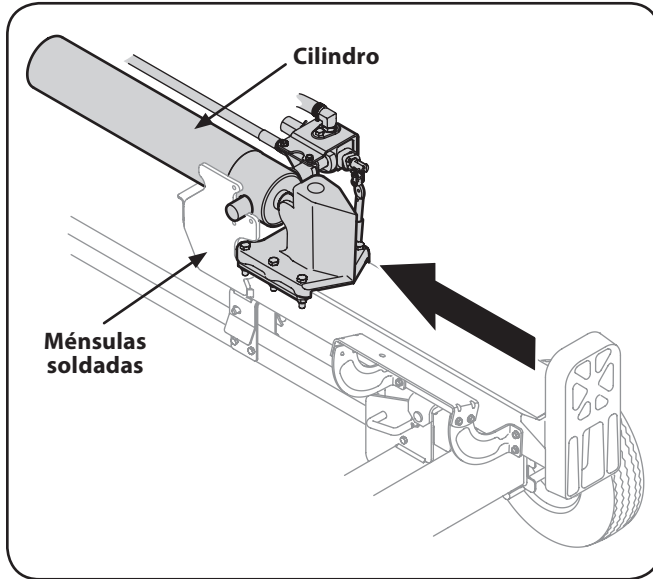

Figura 3-6
- Levante y deslice el cilindro hacia arriba hasta el tope de la vigueta y dentro de los soportes soldados. Vea la Figura 3-6.